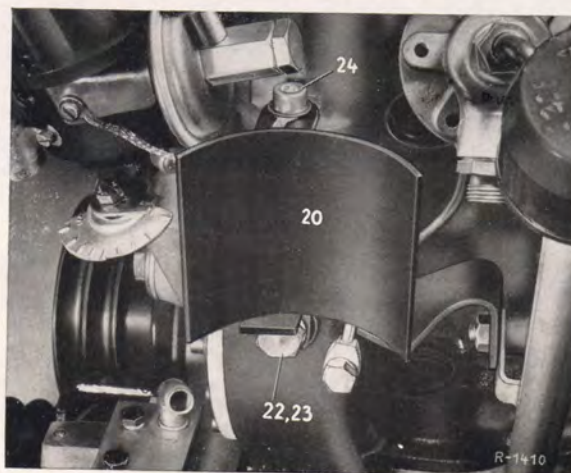

Bild 46-2/4
15. Riemenscheibe (35) auf die Antriebswelle der Hochdruck-Ölpumpe mit der Sechskantmutter (36) mit Federring (37) montieren.
17. Schmalkeilriemen (41) auf die Riemenscheiben (35 und 38) auflegen und mit der Spannschraube (33) so weit spannen, bis man den Riemen noch ca. 10 mm eindrücken kann. Dann Sechskantmutter (34) an der Spannschraube festziehen.
19. Träger für den Vorratsbehälter (20) am Zylinderkurbelgehäuse befestigen. Dazu Zylinderschraube M 8 $\times$ 30 im Zylinderkopf und Sicherungsschraube für Kettentrieb im Zylinderkurbelgehäuse herausschrauben und durch die Teile Pos. 22, 23 und 24 ersetzen (Bild 46-2/4). Die Sechskantschraube im Zylinderkurbelgehäuse zur Befestigung des Führungsrohres (Ölmeßstab) und der Einspritzpumpe braucht nicht ersetzt zu werden.